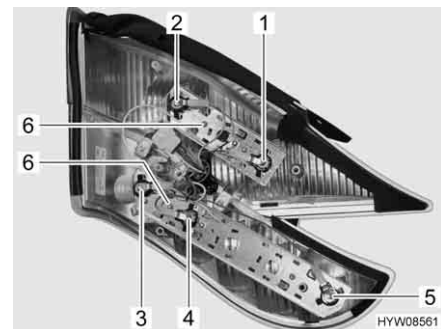

Fig. 196 Luci posteriori (lato posteriore)
- Svitare le due viti Torx (Fig. 196,6) del listello di supporto interessato sul lato posteriore dell'alloggiamento.